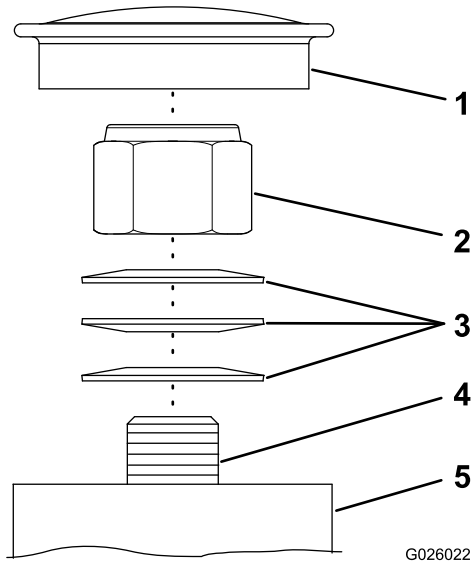

Figure 48
Remarque: Si vous démontez les roulements d'axe des roues pivotantes, veillez à monter les rondelles élastiques comme montré à la Figure 48.
1. Déposez le couvre-moyeu du moyeu de la roue pivotante (Figure 48).
2. Serrez le contre-écrou dans le sens horaire jusqu'à ce que les rondelles élastiques soient aplaties (Figure 48).
3. Tournez alors le contre-écrou de 1/4 de tour dans le sens antihoraire (Figure 48).
4. Reposez le couvre-moyeu (Figure 48).